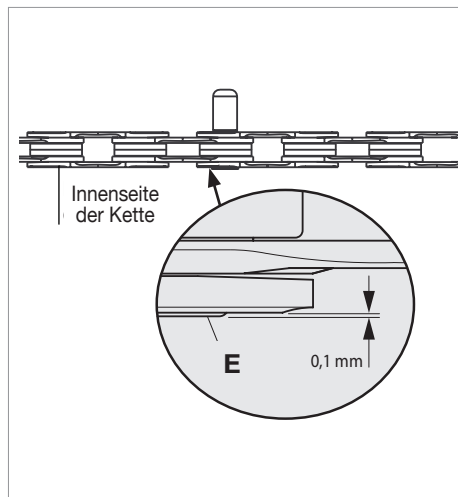

Abb.13
SCHRAUBEN Sie das Werkzeug NICHT über den Anschlag hinaus fest, andernfalls kann es zu irreparablen Schäden an der Kette kommen. Lassen Sie die Hülse Ultra-link ULTRA-LINK 5-CN-SR700 (E) um 0,1 mm an der Ketteninnenseite hervorstehen (Abb. 13).